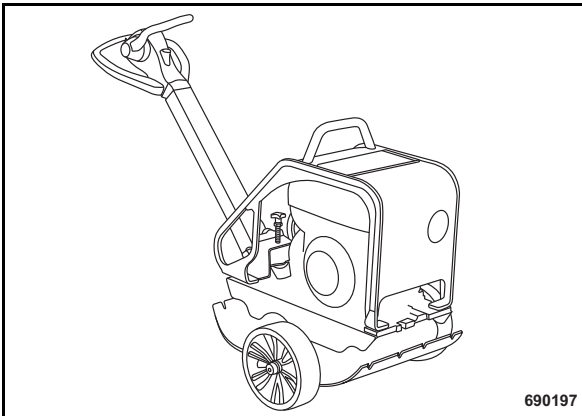

Fig. 28
- Desbloquear el timón y plegarlo hacia abajo (Fig. 28).